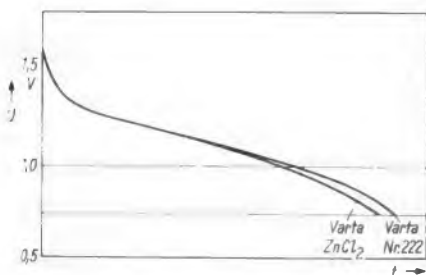

Bild 4. Intermittierende Entladung, täglich zwei Stunden über  $4 \Omega$
**Intermittierende Entladung.** Bei intermittierender Entladung, wie sie normalerweise üblich ist, zeigt die bisherige Hochleistungszelle praktisch die gleiche Kapazität wie die neue Zinkchloridzelle. Bild 3 zeigt dies an einem Beispiel, das etwa dem Betrieb eines Transistorempfängers entspricht, Bild 4 gibt den Spannungsverlauf bei täglich zweistündiger Belastung mit einem Batterietonbandgerät an.